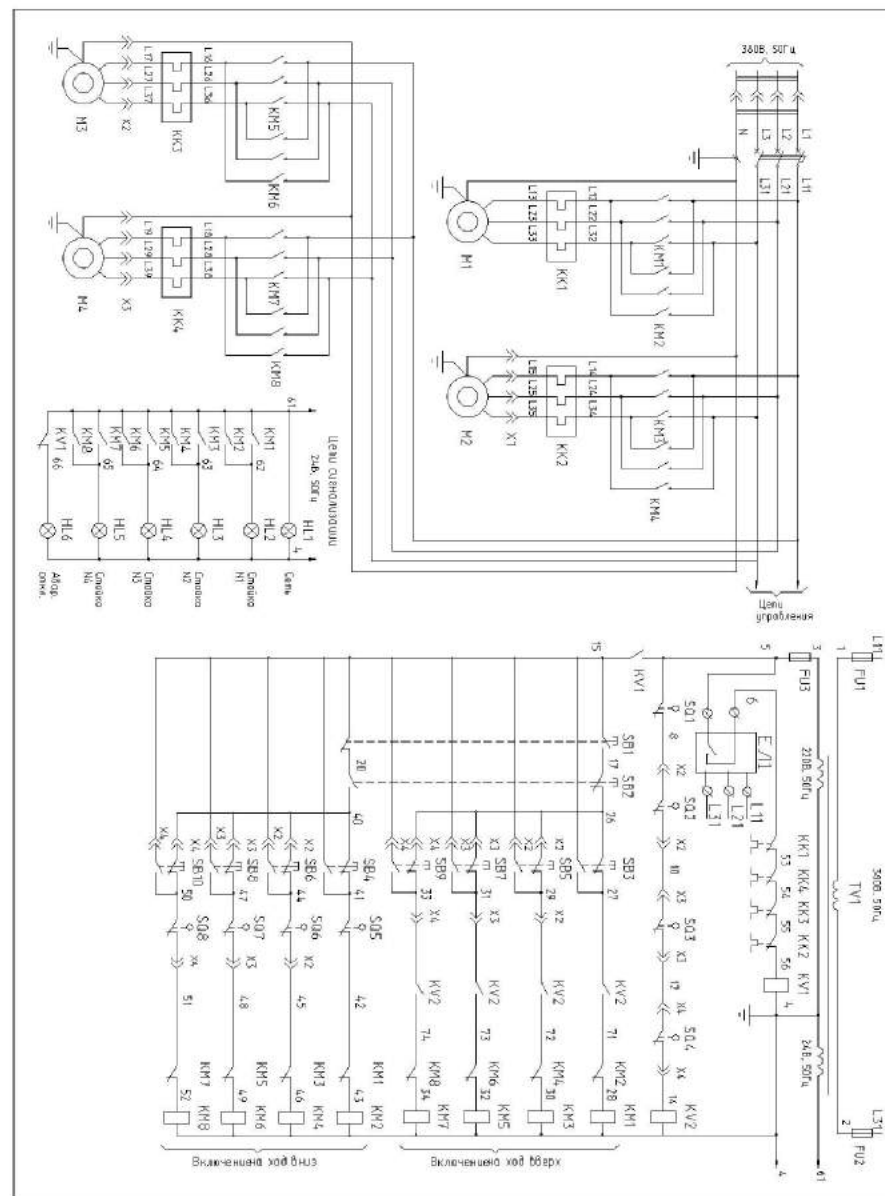

Рис. 3. Схема электрическая принципиальная подъемника ППТ-28
4.3. Описание работы схемы электрической (см. Рис. 3). Управление подъемником осуществляется со шкафа аппаратного, установленного на первой стойке.